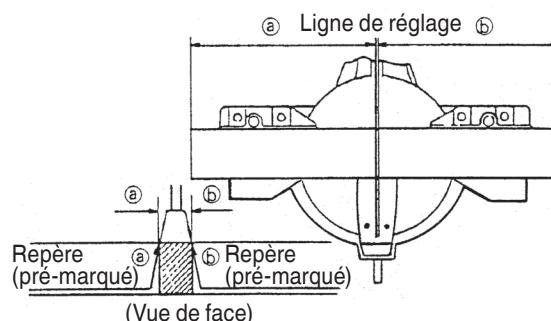

Fig. 22
- (1) Comme indiqué à la Fig. 22, la largeur de la lame est la largeur de coupe. En conséquence, glisser la pièce vers la droite (vue de la position de l'opérateur) pour obtenir la longueur ④, et sur la gauche pour obtenir la longueur ③.